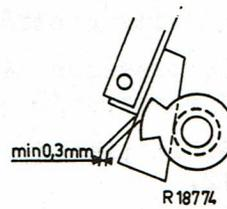

Fig.8
11. Dans la position hors circuit la butée de nylon doit être située 0,3 mm. minimum librement de la came du plateau. (Voir la fig.8).